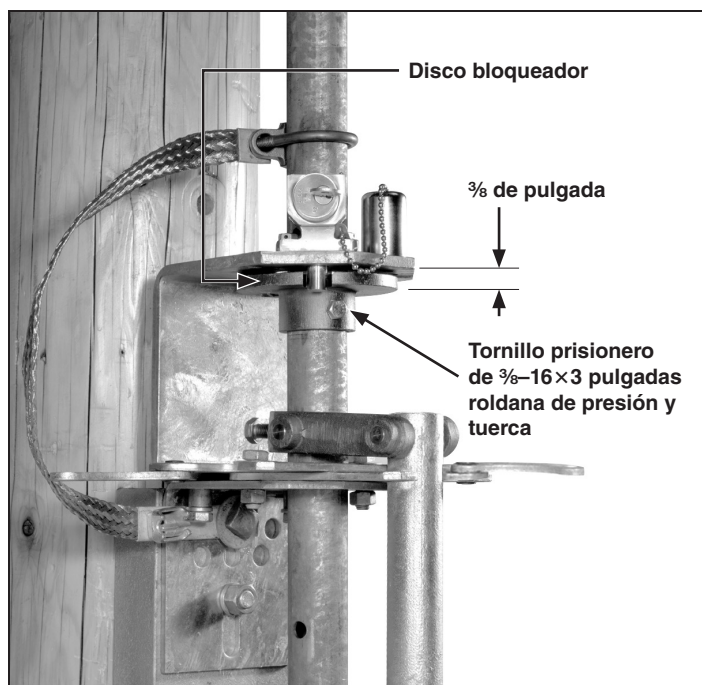

Figura 15. Instalación del disco bloqueador.
**PASO 19.** Sostenga el disco bloqueador a  $\frac{3}{8}$  de pulgada por debajo de la ménsula para interbloqueo y perforo orificios de  $\frac{7}{16}$  de pulgada de diámetro a la sección del tubo de operación vertical utilizando como guías los orificios que tiene el collarín del disco bloqueador. Coloque el disco bloqueador al tubo utilizando el tornillo prisionero de  $\frac{3}{8}$ -16 x 3 pulgadas, la roldana de presión y la tuerca que se proporcionan. Vea la Figura 15.